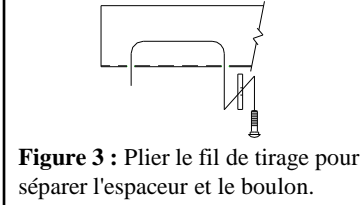
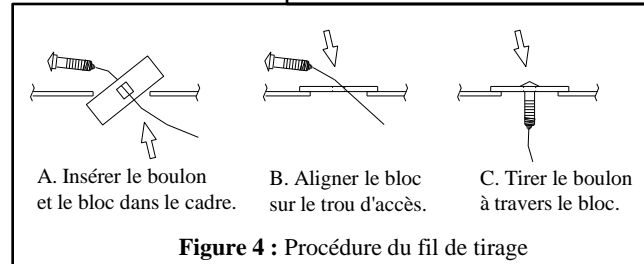

Figure 3 : Plier le fil de tirage pour séparer l'espaceur et le boulon.
Figure 4 : Procédure du fil de tirage
5. À l'aide d'un fil de tirage, acheminer des espaceurs et des boulons de carrosserie 1/2 po dans le trou modifié à l'étape 4, puis vers le bas à travers les trous dans chaque longeron (voir la figure 3), en s'assurant que les blocs s'appuient sur les deux côtés des trous (voir figure 4) et qu'ils ne se superposent pas les uns aux autres.